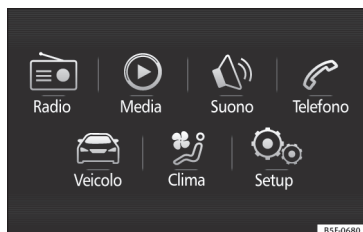

Fig. 40 Easy Connect: Menu principale.
- Premere il tasto **MENU** del sistema e, quindi, il pulsante **CAR** » **fig. 40** o il tasto **CAR** del sistema per accedere al menu **CAR** » **fig. 41**.